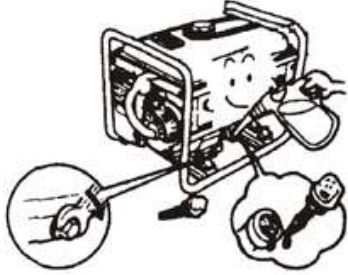

Рис. 49
8.5 Встановлюйте пробку злива мастила на своє місце, налейте свіже мастило в картер до рівня верхньої граничної мітки масляного щупа, потім встановіть ковпачок масляного фільтра в первісну позицію (Рис. 49).